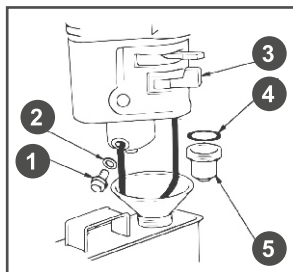

Рис. 28 Обслуживание фильтра-отстойника
1. Установите рычаг топливного крана 3 (Рис. 28) в положение «ЗАКРЫТО».
3. Открутите болт 1 сливного отверстия и слейте топливо из поплавковой камеры карбюратора (Рис.28).
4. Открутите стакан отстойника 5, вылейте из него топливо в заранее подготовленную ёмкость (Рис.28).
1. Слейте топливо из топливного бака и карбюратора (Рис.28).